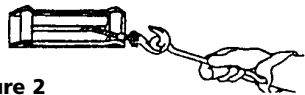

Figure 2
7. NE TREUILLEZ JAMAIS AVEC MOINS DE 5 TOURS de câble AUTOUR DU TAMBOUR DU TREUIL puisque l'attache du câble NE résistera PAS à la charge. Le câble métallique de votre treuil X9 comporte une "bande indicatrice d'avertissement" de 3 mètres de longueur, peinte en rouge, à chaque extrémité du câble. Cet indicateur d'avertissement du côté du treuil vous prévient que le câble arrive à 5 tours sur le tambour ou qu'il reste moins de 5 tours. "L'indicateur d'avertissement" du côté du crochet vous prévient que le crochet se rapproche du treuil. SERVEZ-VOUS TOUJOURS DE LA BARRE PROTÈGE-MAINS pour guider l'enroulement ou le déroulement du câble (Voir Fig. 2).